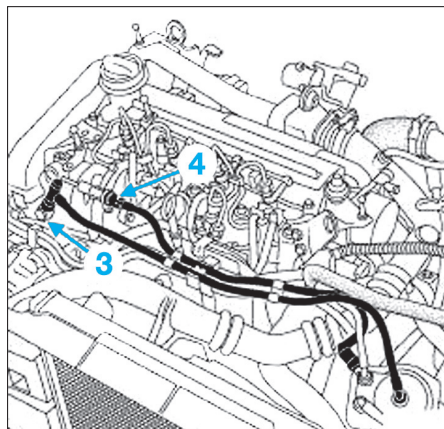

Fig. 39
- Nettoyer le raccord (3) sur la pompe haute pression du tuyau d'alimentation en gazole (Fig.39).